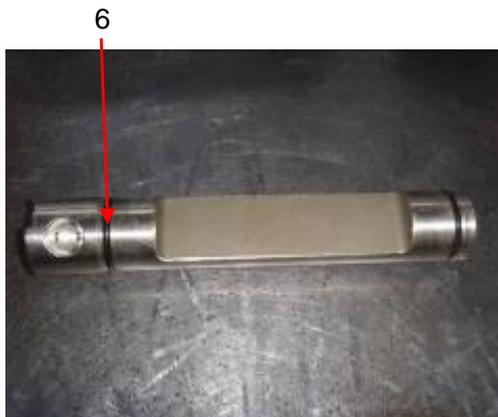

图 11 松闸杆上的密封圈
**步骤 6:** 检查松闸杆两密封圈 (图 11) 磨损情况, 若磨损或老化应更换。